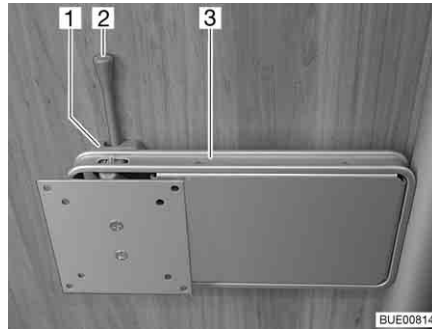

Bild 74 Fäste på pelare
- Tryck låsspaken (Bild 74,2) åt sidan och sväng fästet (Bild 74,3) med den platta bildskärmen till önskat läge.
- Vrid tillbaka den platta bildskärmen tills fästet (Bild 74,3) hakar fast i låset (Bild 74,1).